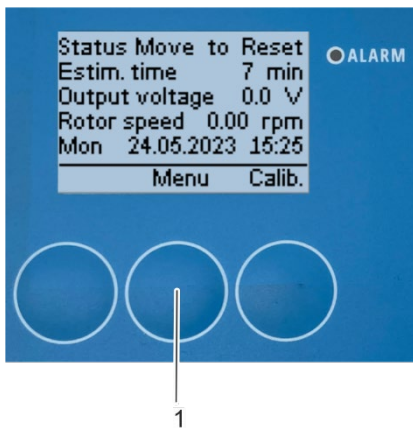
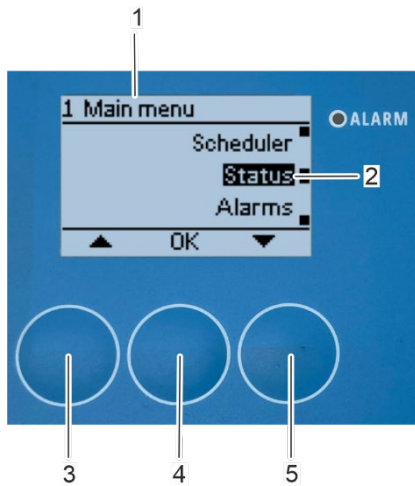

Abbildung 170: Öffnen des
Abbildung 171: Öffnung des Untermenüs „Status“
1. Drücken Sie [Menü] (Abbildung 170/1), um das Menü „1 Hauptmenü“ (Abbildung 171) zu öffnen.
⇒ Auf dem Bildschirm erscheint das Menü „1 Hauptmenü“ (Abbildung 171/ 1).
2. Wählen Sie das Untermenü "Status" (Abbildung 171/2) mit den Pfeiltasten [nach oben] (Abbildung 171/3) und [nach unten] (Abbildung 171/5).
3. Bestätigen Sie die Auswahl mit [OK] (Abbildung 171/4).